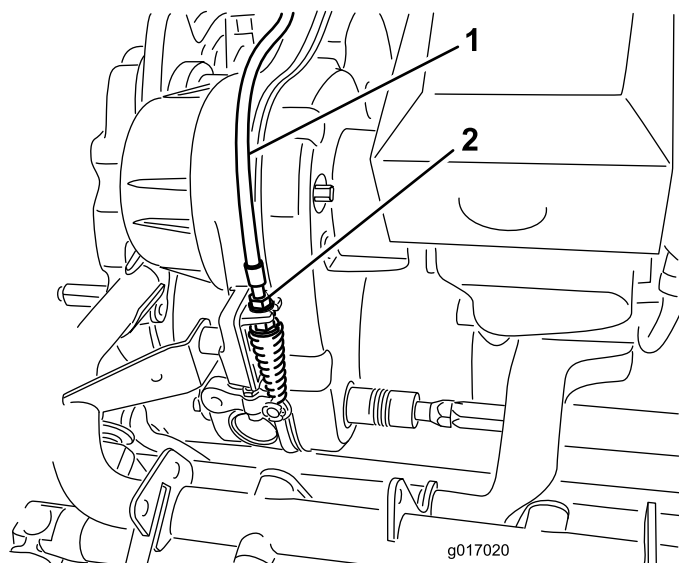

Figura 51
2. Sulla paratia di trasmissione, regolate il cavo di comando del cilindro (Figura 51) in modo da raggiungere la lunghezza della molla di 70,6 - 72,4 mm.